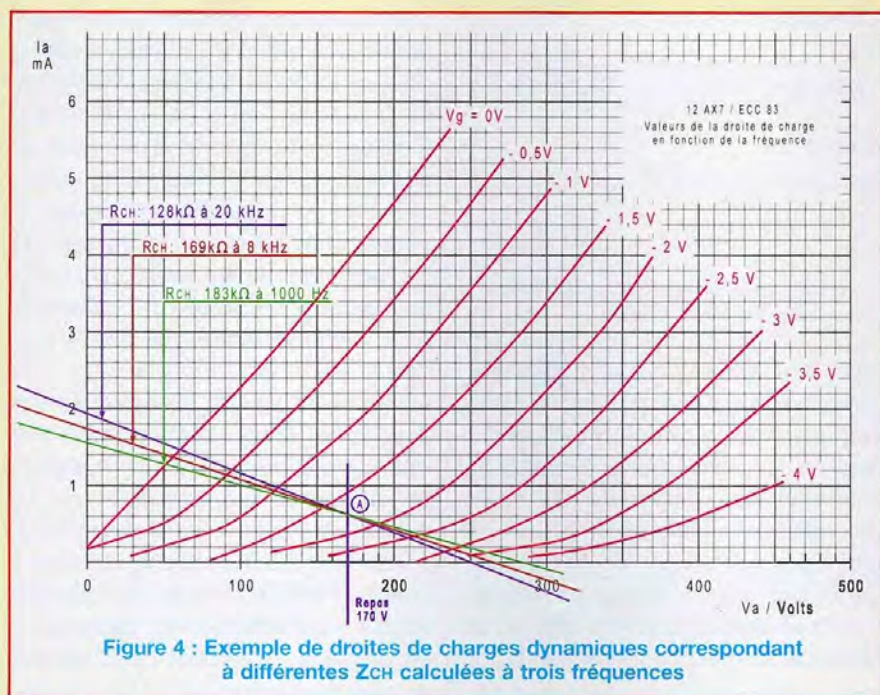

Figure 4 : Exemple de droites de charges dynamiques correspondant à différentes Z_{CH} calculées à trois fréquences
À titre indicatif, la valeur de X_C de notre montage à 20 kHz est de 181,77 kΩ. Quant à la charge, elle devient, à 20 kHz, pratiquement égale à 128 kΩ. Nous avons reporté sur la figure 4 cette nouvelle charge. Le déséquilibre entre l'excursion positive et négative est encore plus important, le taux de distorsion est donc très important. **Pourtant, le gain a très peu diminué.**
Et c'est cela qu'il faut bien comprendre. Tout se passe comme si, en fonction de la fréquence, la charge dynamique **pivotait autour du point de repos (A) en fonction de la fréquence (figure 4)**. Comprenez-vous, maintenant, pourquoi **le taux de distorsion augmente et le gain diminue en fonction de la fréquence ?**
Si vous reportez, sur le réseau de caractéristiques, $I_a = f(V_a)$ à $V_g =$ constante de la 12AX7/ECC83, une série de droites de charges dynamiques correspondant aux Z_{CH} calculées à différentes fréquences et que vous mesurez, pour chacune d'elles, l'excursion du signal autour du point de repos (A), vous constaterez deux choses bien distinctes (figure 4) :